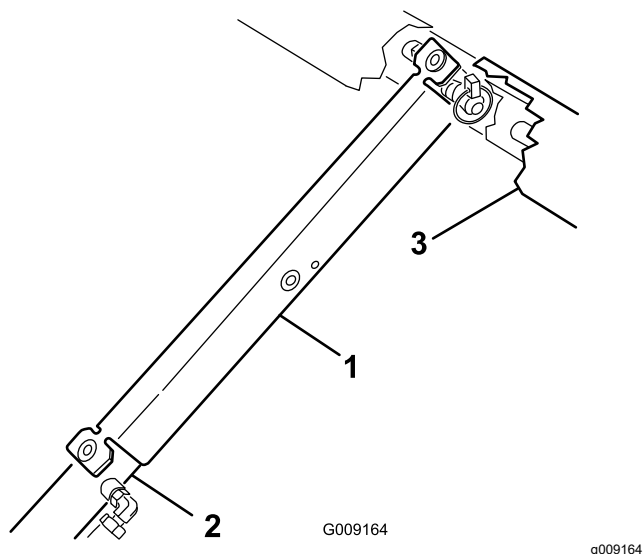

Рисунок 21
3. Поместите опору кузова на шток гидроцилиндра, проследив за тем, чтобы концевые лепестки опоры опирались на торец корпуса гидроцилиндра и торец - штока гидроцилиндра (Рисунок 21).